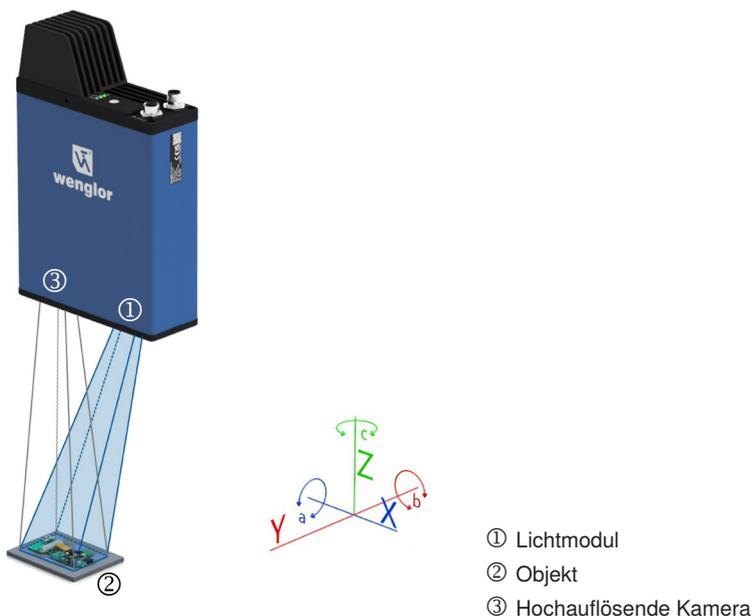

Abb. 1: Funktionsprinzip eines 3D Sensors
Das zugrunde liegende Funktionsprinzip basiert auf der Triangulation (siehe Abb. 1). Ein spezielles Lichtmodul (1) projiziert eine Folge von Mustern auf das Objekt (2) und eine Kamera (3) nimmt das reflektierte Licht auf.